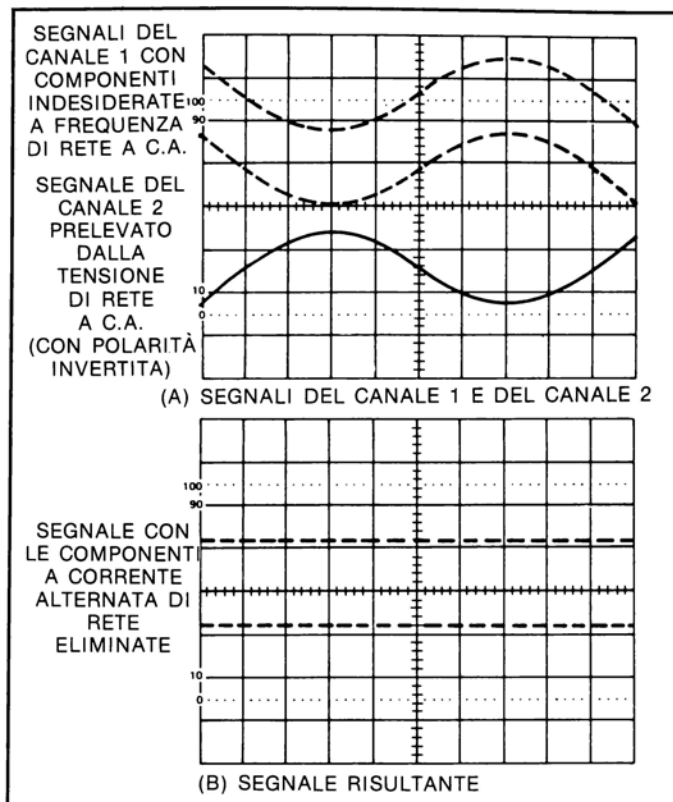

Figura 41
- Regolare il comando VOLT/DIV del Canale 2 ed il comando CAL relativo alla regolazione continua fine della sensibilità del canale, in modo che la traccia prodotta dal Canale 2 sia pressapoco della stessa ampiezza dell'andamento indesiderato che si verifica nella traccia prodotta dal Canale 1 (si veda la figura 41 A).
- Commutare il comando di VERTICAL MODE da ALT ad ADD e ritoccare leggermente il comando di sensibilità a regolazione fine CAL del Canale 2 fino ad ottenere il massimo di cancellazione della componente di frequenza indesiderata (si veda la figura 41 B).